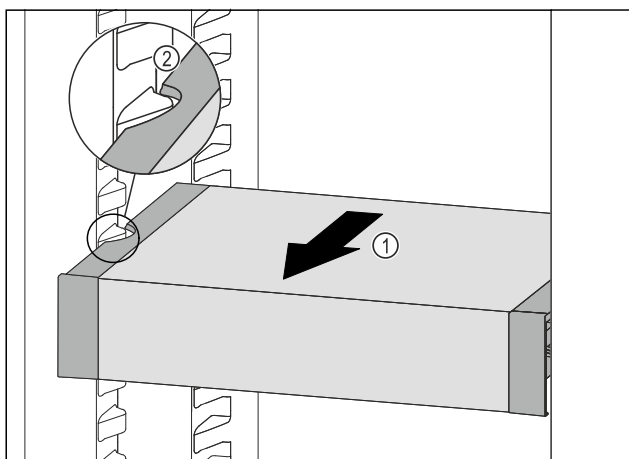

Fig. 185
- ▶ Táhněte VarioSafe dopředu Fig. 185 (1), dokud nebudou boční vybrání VarioSafe na úrovni žebrování na nádoby v chladničce. Fig. 185 (2)